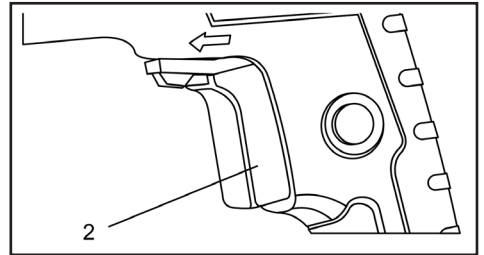

Fig.2
1. Para iniciar el taladro, apriete suavemente el Control de Gatillo (2) (Fig. 2).